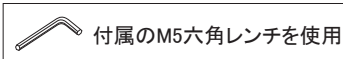

図4【ヨコ向き設置の場合】
2. 取付金具Aをディスプレイのネジ穴に合わせ、適切なネジでディスプレイ背面に固定します(図4・図5)。